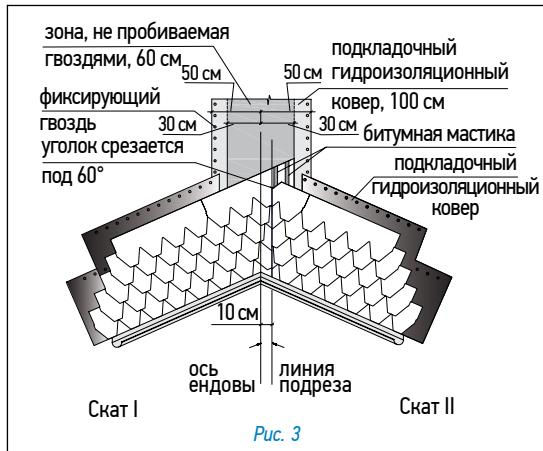

Рис. 3
Ендова (рис. 3)
- лист, подходящий к ендove со ската II, должен доходить до линии подрезки и обрезаться по ней. Верхний уголок обрезанного края листа подрезается под углом 60° (5 x 3 см – рис. 3);